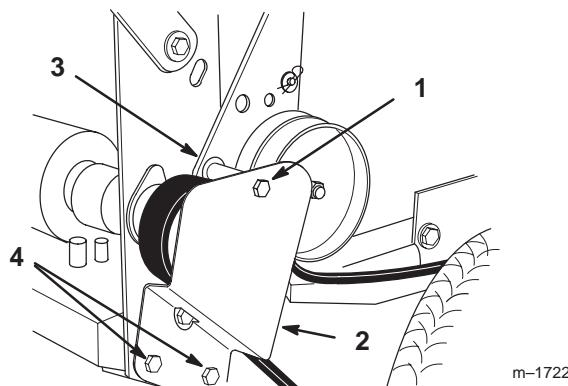

Bild 56
2. Entfernen Sie die obere Innensechskantschraube, die den Spannscheibenträger am hinteren Chassis absichert (Bild 56).
3. Lockern Sie die beiden unteren Befestigungsschrauben so weit, dass der Riemen zwischen der Antriebs scheibe und dem Spannscheibenträger durchgeht (Bild 56).